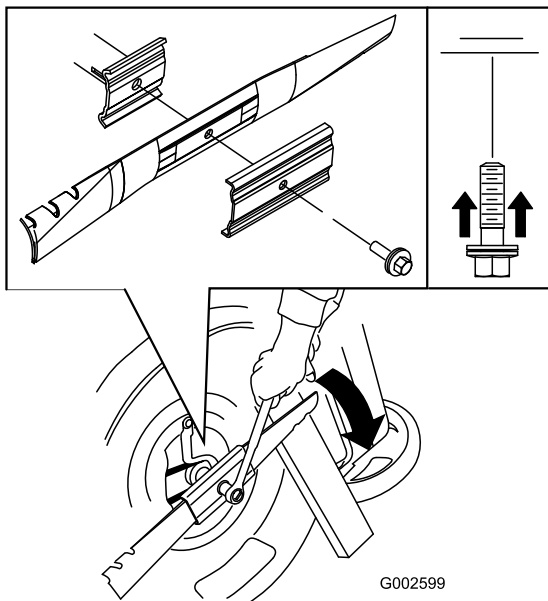

Figure 35
3. Immobilisez la lame avec un morceau de bois (Figure 35).
4. Déposez la lame mais ne jetez pas les fixations (Figure 35).
5. Montez la nouvelle lame et toutes les fixations (Figure 35).